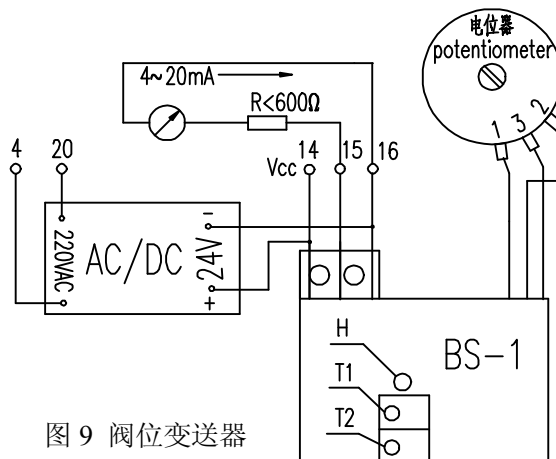

图 9 阀位变送器
2. 阀位变送器 BS-1 的调整，见图 9。阀位变送器的取样电位器选用高精度导电塑料电位器 WDD32，其独立线性度 $< 1\%$ ，寿命 10×10^6 次。图中 4、20、14、15、16 为接线端子号，H 为指示灯，其亮度随输出电流的增大而变亮。调整方法如下：（以输出轴顺时针转动为关阀为例）使阀门处于全关位置，关方向旋转取样电位器轴，使输出电流从大到小接近 4mA （导电塑料电位器无限位）调节 T1，直至输出电流精确为 4mA ；打开阀门至全开位置，调节 T2，直至输出电流精确为 20mA 。如果输出轴逆时针转动为关阀，则电位器的调节旋向应相反。